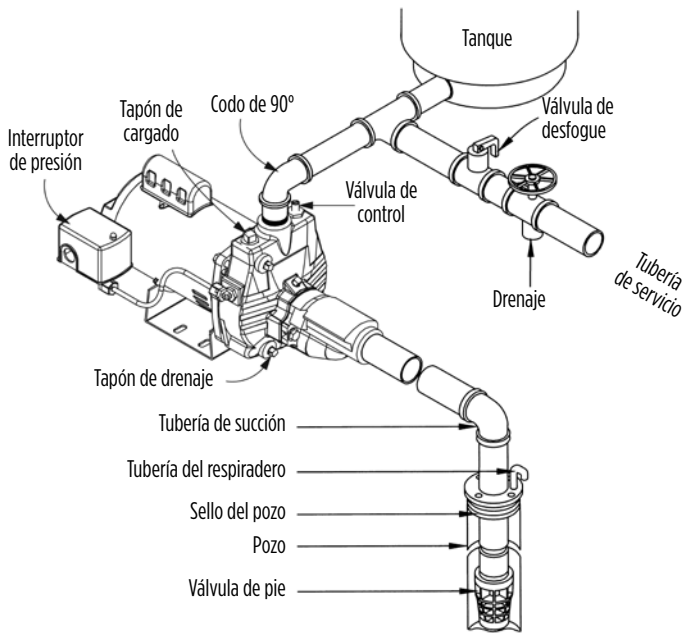
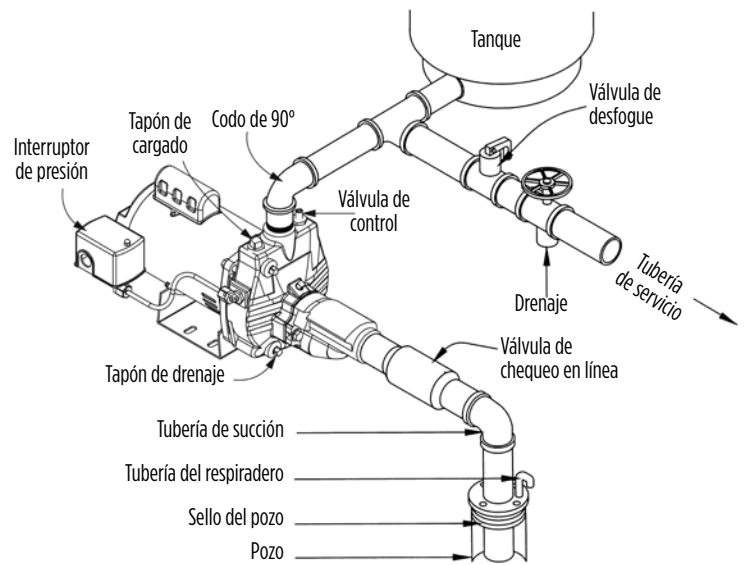

Fig. 9a - POZO POCO PROFUNDO
Fig.9b - POZO POCO PROFUNDO
Las instalaciones en pozos poco profundos utilizan una sola tubería que conecta la bomba al suministro de agua. Si su nivel freático fluctúa y puede alcanzar profundidades de bombeo mayores de 7.6 m (25 pies), siga las instrucciones para las aplicaciones de pozo profundo. Esta bomba se puede utilizar para pozos perforados (ver Fig. 9a) o pozos hincados (ver Fig. 9b). Los pozos perforados son hoyos en el suelo, perforados por perforadores de pozos profesionales que utilizan grandes perforadoras. Los pozos hincados utilizan una punta de perforación de pozo (también conocida como punta de perforación de arena), que es un tubo puntiagudo largo con un filtro que permite la entrada del agua y deja afuera la arena y el sedimento. El conjunto del inyector provisto con la bomba está preensamblado para ser utilizado en pozos de hasta 7.6 m (25 pies) y se instala **directamente en la bomba**.
3. Hay dos tipos de instalaciones de pozo poco profundo: pozos perforados (ver Fig. 9a) o pozos hincados (ver Fig. 9b). Los pozos perforados son hoyos en el suelo, perforados por perforadores de pozos profesionales que utilizan grandes perforadoras. Los pozos hincados utilizan una punta de perforación de pozo (también conocida como punta de perforación de arena), que es un tubo puntiagudo largo con un filtro que permite la entrada del agua y deja afuera la arena y el sedimento. El nivel de agua en un pozo hincado es bastante alto o está cerca del nivel del suelo (9.1 m [30 pies] como máximo). Siga con la instalación de pozo poco profundo correspondiente.
10. Si la bomba incluye un manómetro o si desea instalar uno, se debe instalar en el orificio NPT de 6.4 mm (1/4 pulg) en la parte delantera del revestimiento, directamente en frente del punto de cebado (ver **Instalaciones típicas**, Fig. 9a, 9b, 9c o 9d).
- Si la bomba incluye un manómetro o si desea instalar uno, se debe instalar en el orificio NPT de 6.4 mm (1/4 pulg) en la parte delantera del revestimiento, directamente en frente del punto de cebado (ver **Instalaciones típicas**, Fig. 9a, 9b, 9c o 9d).